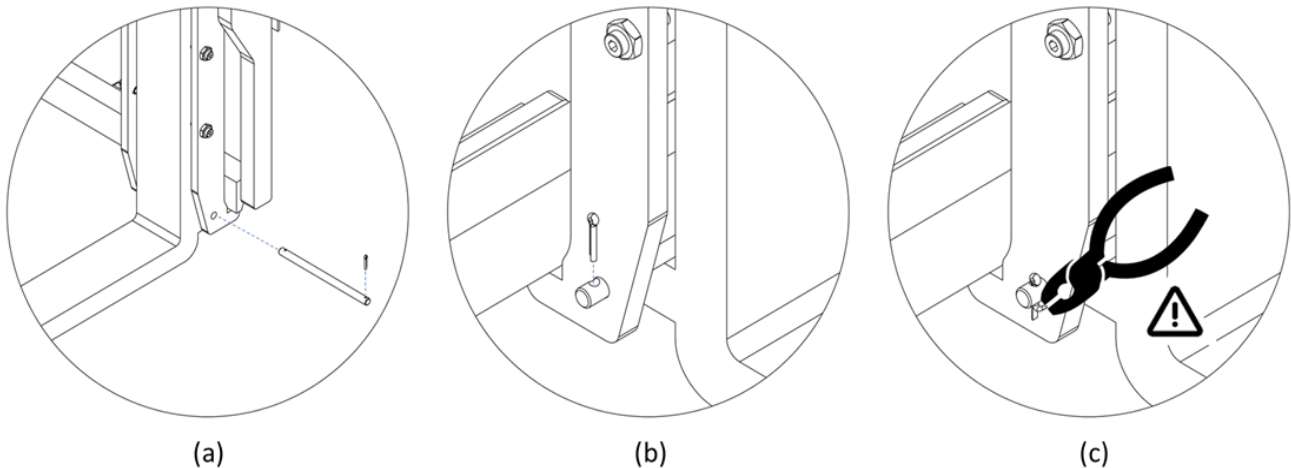

Abbildung 12
1. Stecken Sie die Befestigungsstifte der unteren Haken der Gabelzinken ein und prüfen Sie nach, dass der Haken vom Gabelzinken vom Stift blockiert wird (siehe *Abbildung 12, a*).
2. Stecken Sie den Sicherheitssplint in die Löcher zu beiden Seiten des Stifts (siehe *Abbildung 12, b*).
3. Biegen Sie mit einer Zange eines der 2 Enden der beiden Splinte, sodass die beiden Splinte nicht herauskommen können (*Abbildung 12, c*).